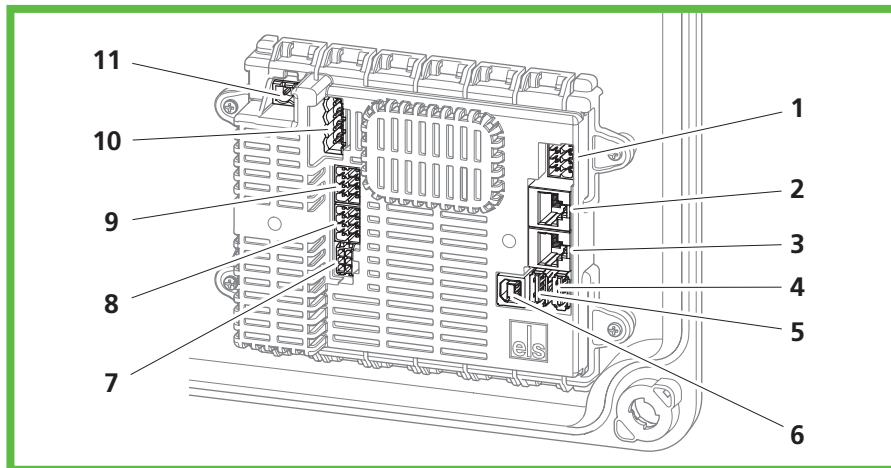

Fig. 6 : Connexions du contrôleur de charge
- Connectez le câble LAN sur la prise de connexion LAN-1 du couvercle (Fig. 6 n° 3).